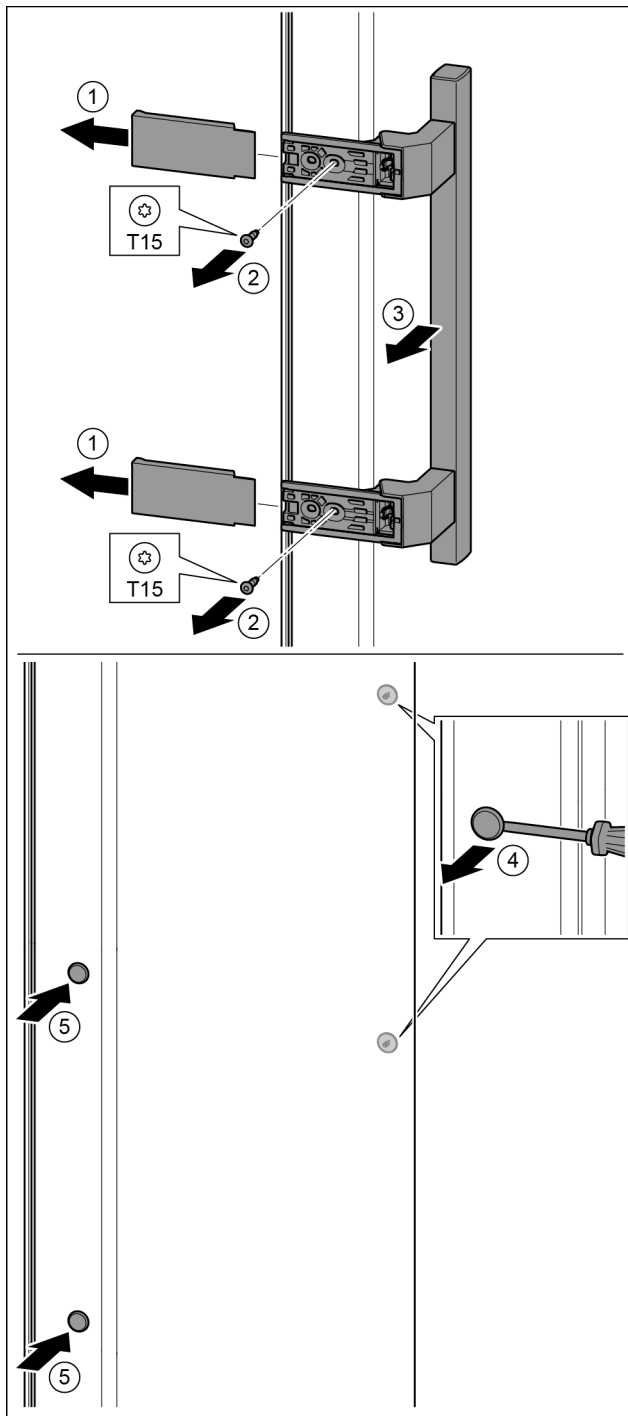

Fig. 18
- ▶ Extrageți capacul. Fig. 18 (1)
- ▶ Demontați șuruburile cu șurubelnița T15. Fig. 18 (2)
- ▶ Detașați mânerul. Fig. 18 (3)
- ▶ Ridicați cu precauție dopul lateral cu o șurubelniță plată și extrageți-l. Fig. 18 (4)
- ▶ Introduceți dopul pe partea opusă. Fig. 18 (5)